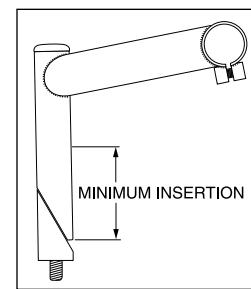

Abb. 1
4. Bei Steuerungen mit einem Gewinde ist das Rohr auf eine minimale Tiefe, entsprechend den CPSC und JIS Standards, einzuführen. Das Rohr muß mindestens so tief eingeführt werden, daß die Verbindungsstange nicht weniger als der 2,5-fache Betrag des Rohrdurchmessers an seinem unteren Ende beträgt (nicht des Keildurchmessers, vergleiche Abb. 1).